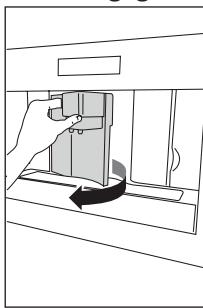

Fig. 23
- aprire lo sportello di servizio sulla parte anteriore (Fig. 23), estrarre quindi la vaschetta raccogligocce (Fig. 24) e pulirla.